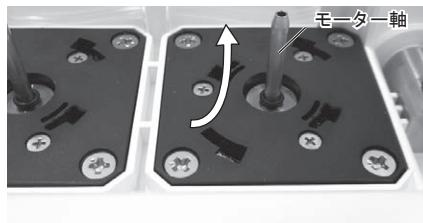

図40
- ・モーター軸の汚れや水分を拭き取る際は、図40の矢印の方向に根元から拭きあげてください。